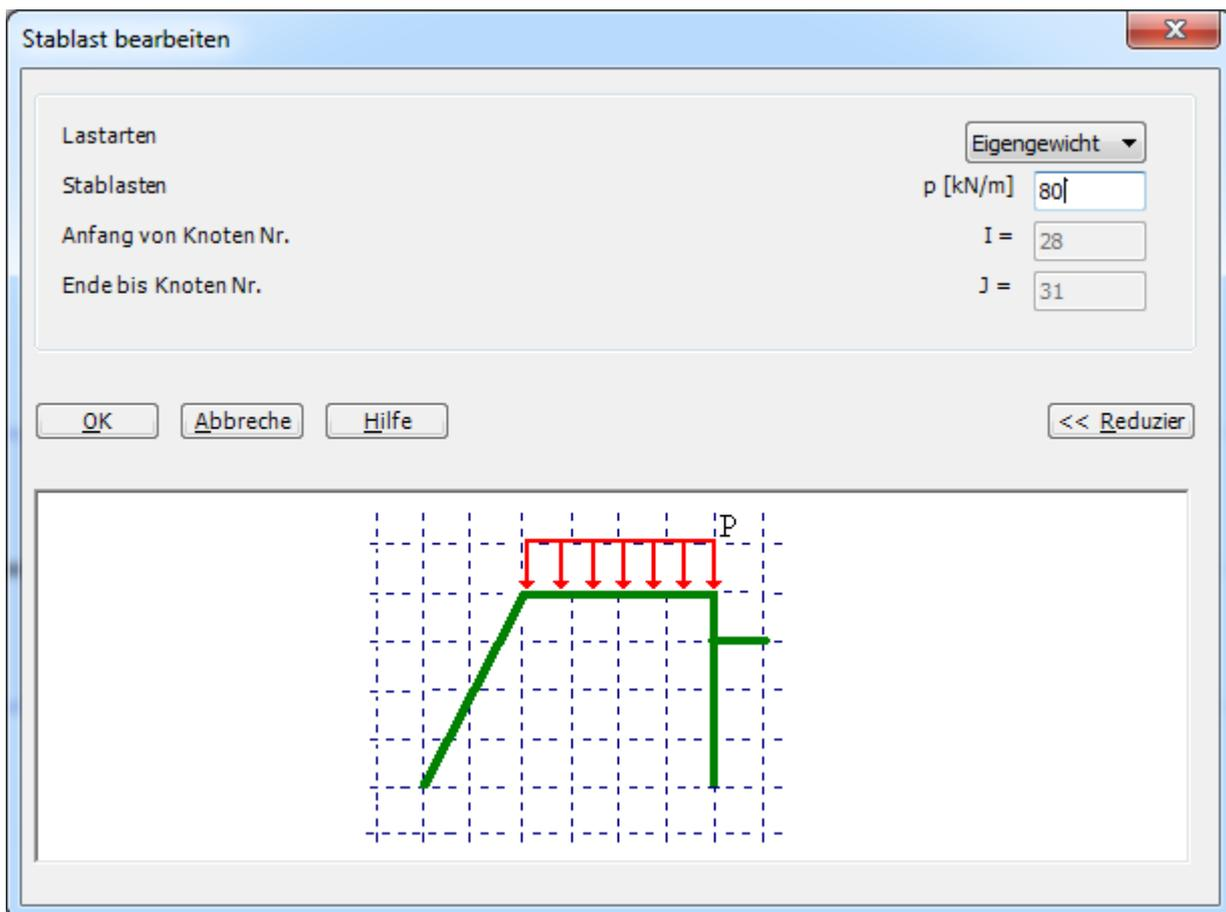

Bild 8.31 Dialogfeld "Stablast bearbeiten"
- Doppelklicken Sie die linke Maustaste auf dem gewünschten Stab mit der gleichförmig verteilten Last. Das folgende Dialogfeld im Bild 8.31 erscheint